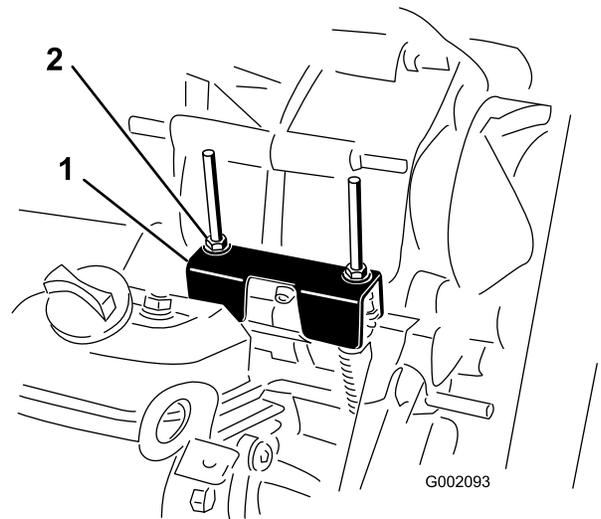

Figure 28
Lors des entretiens courants et/ou des diagnostics du moteur, vous devez placer la boîte-pont au point mort (Figure 28). La position point mort de l'inverseur de marche commande le point mort de la boîte-pont. Procédez comme suit pour vérifier que le point mort de l'inverseur de marche actionne correctement le point mort de la boîte-pont :
2. Vérifiez que la patte de réglage du point mort est à la position point mort (au même niveau que le support de fixation du câble situé sous la patte de changement de vitesse) en tournant l'embrayage (Figure 28). Le véhicule ne doit pas avancer ni reculer. Si le véhicule se déplace, placez la patte de réglage du point mort à la position point mort.
3. Serrez l'un des contre-écrous (Figure 28) pour obtenir un espacement de 0,76 à 1,52 mm.